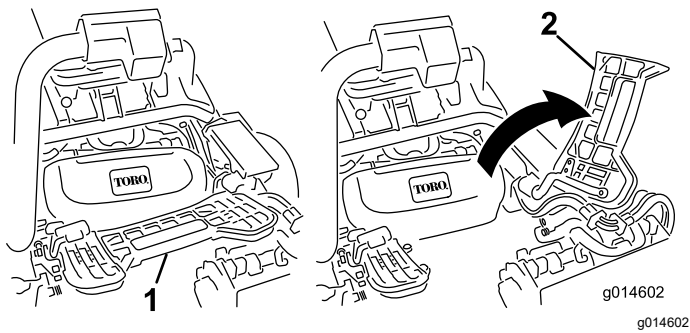

Figura 61
2. Ridicați suportul pentru picioare i balansați-l pentru a-l deschide, permițând accesul la poziția centrală a unității de tăiere (**Figura 61**).